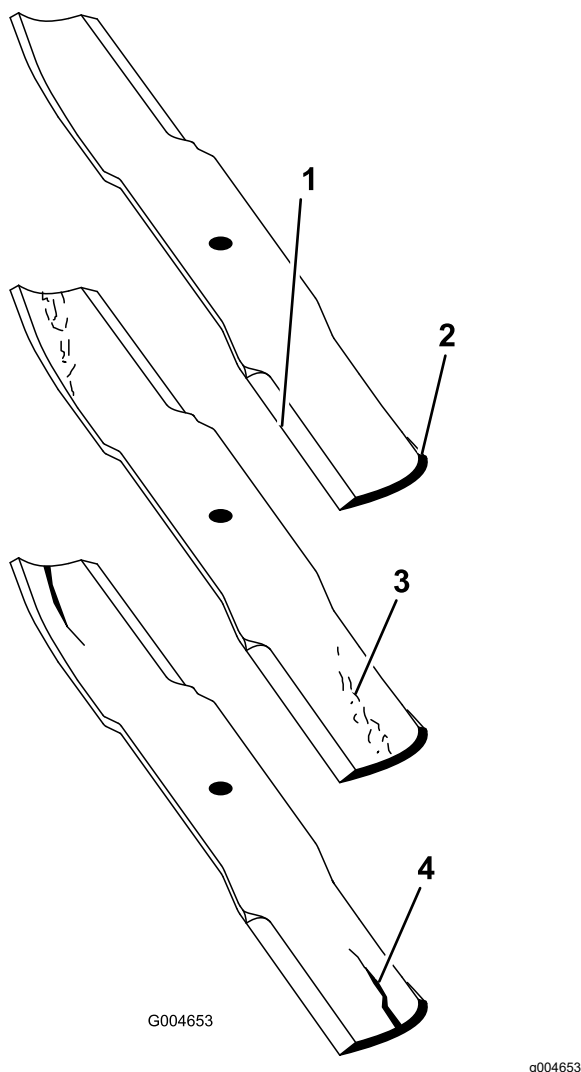

Figure 127
2. Examinez attentivement les tranchants de la lame, particulièrement au point de rencontre de la partie plane et de l'ailette (Figure 127).
Remarque: Le sable et les matières abrasives peuvent éroder le métal à cet endroit, c'est pourquoi il est important de contrôler l'état de la lame avant d'utiliser la tondeuse. Remplacez la lame si elle vous semble usée (Figure 127).